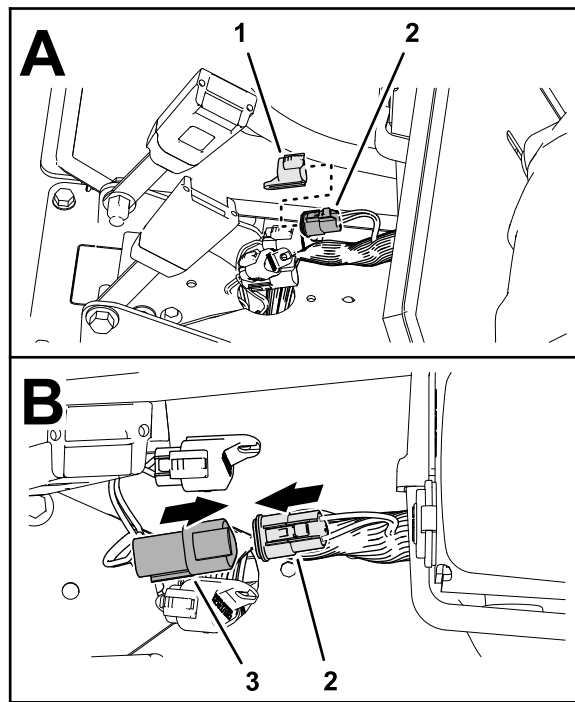

Figura 40
1. Retire el tapón del conector hembra de 3 vías del arnés de cables de la máquina (marcado CAN DIAGNOSTICS INTERCONNECT), como se muestra en la Figura 40.
2. Enchufe el conector de 3 pines del arnés del Bus ISO-CAN (marcado To TORO CANBUS) en el conector hembra de 3 vías del arnés de cables de la máquina (marcado CAN DIAGNOSTICS INTERCONNECT), como se muestra en la Figura 40.